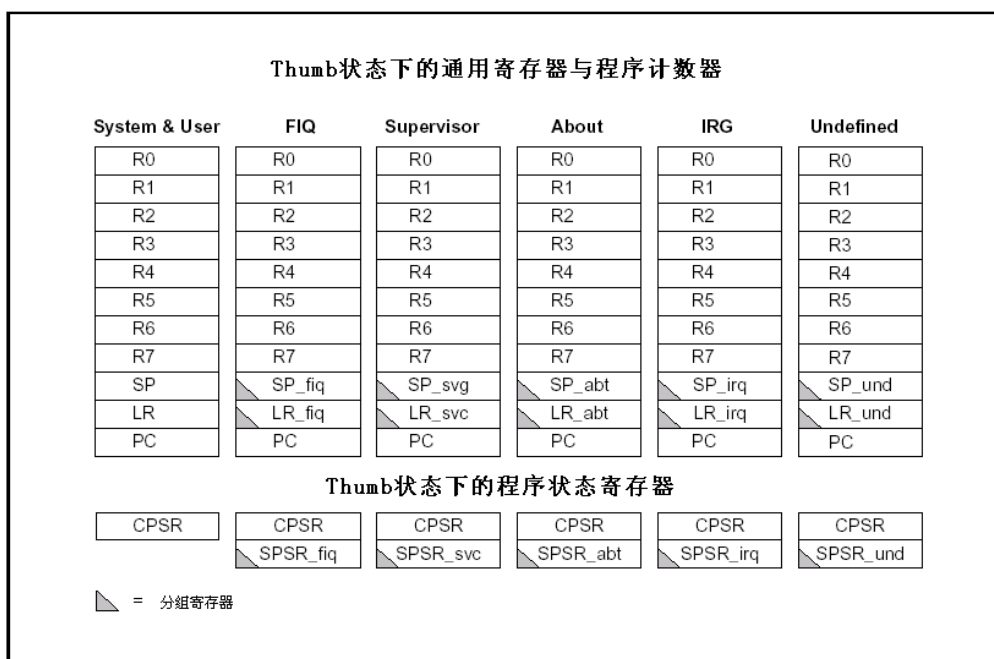

图 2.4 Thumb 状态下的寄存器组织
Thumb状态下的寄存器集是ARM状态下寄存器集的一个子集，程序可以直接访问8个通用寄存器 (R7~R0)、程序计数器 (PC)、堆栈指针 (SP)、连接寄存器 (LR) 和CPSR。同时，在每一种特权模式下都有一组SP、LR和SPSR。图2.4表明Thumb状态下的寄存器组织。